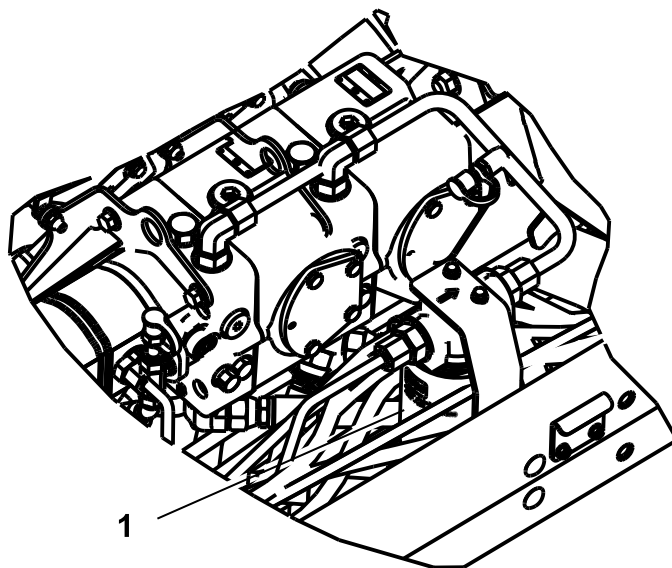

Figure 76
2. Nettoyez la surface autour de la zone de montage du filtre et placez un bac de vidange sous le filtre (Figure 76).